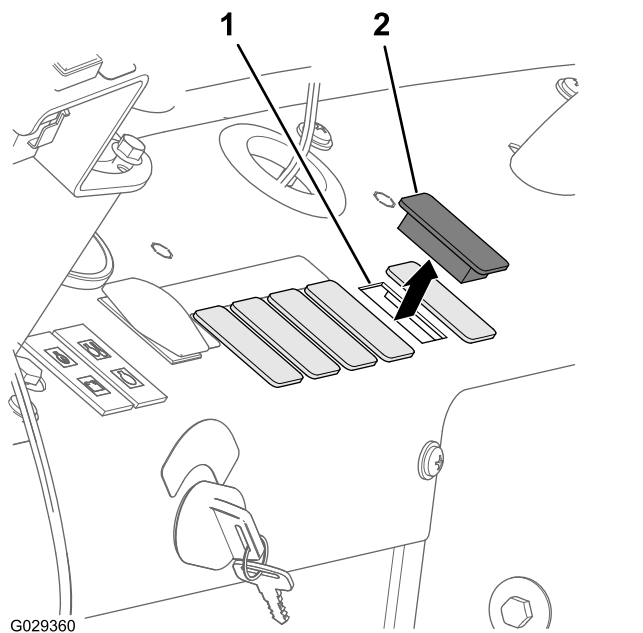

图 210
1. 拆下机器仪表板右边的第五个插头 图 210。
3. 将开关安装到仪表板上并按下开关直到其牢固卡入开口 图 210 和 图 211。